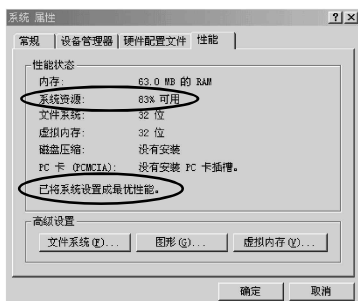

图2 查看系统资源占用情况
1. 首先保证系统已经最优化。在Windows中右击“我的电脑”打开“属性→控制面板→系统→属性”对话框，查看对话框的下部是否出现“已将系统设置成最优性能”，同时检查一下系统资源是否在80%以上（图2），如果你的系统在刚启动时系统资源就低于这个标准，那么